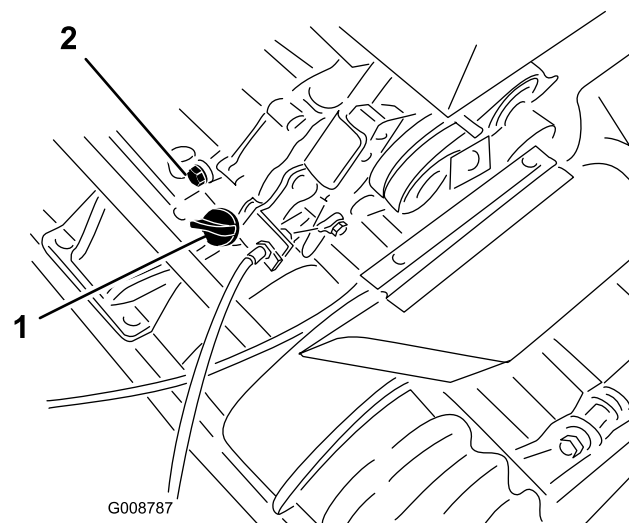

図 22
1. エンジンが水平になるように駐車し、オイルゲージの周囲をきれいに拭く 図 22。
2. 機体下にあるドレンプラグ 図 22 の下に廃油受けを置く。